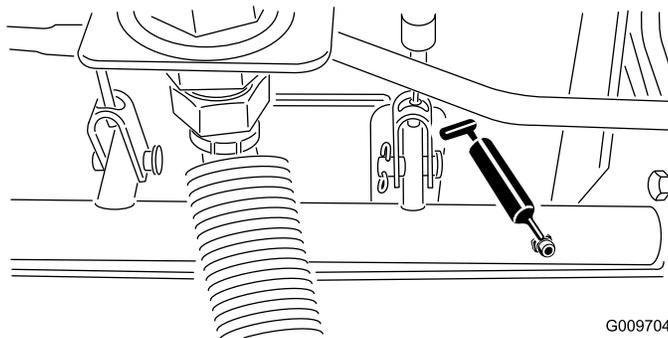

Рисунок 75
- Шарнирные опоры вала тормоза (5 шт.), как показано на Рисунок 75